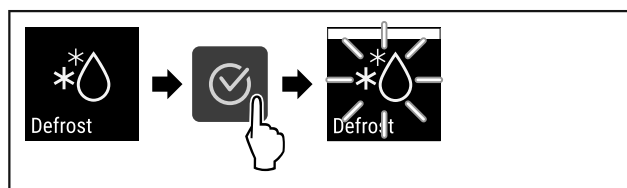

Fig. 96
- ▶ Stappen (zie Fig. 96) uitvoeren.